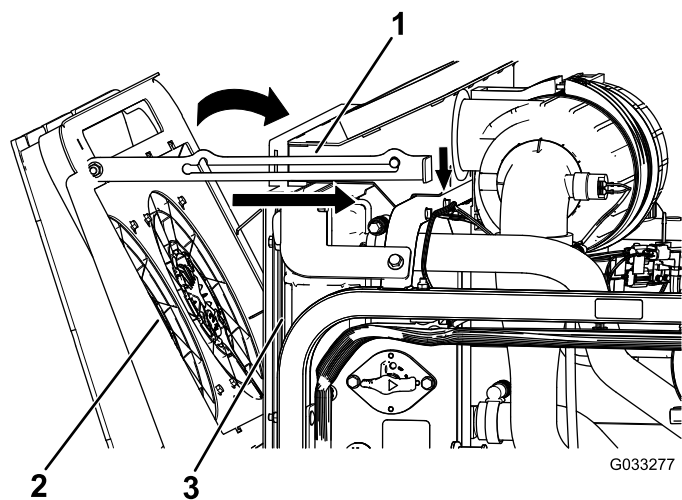

Figure 120
4. Faites pivoter les ventilateurs de refroidissement du moteur vers l'avant et calez la béquille dans le cran (Figure 120).